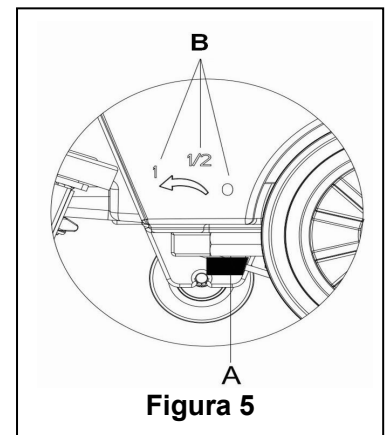

Figura 5
A regulação da alavanca da válvula de bola (A, Figura 5) deve ser realizada quando o interruptor de energia (38) está na posição "O".
12. O volume do fluxo de água pode ser ajustado através da alavanca da válvula de bola (A, Figura 5) de acordo com a quantidade de água necessária para escovar o chão.